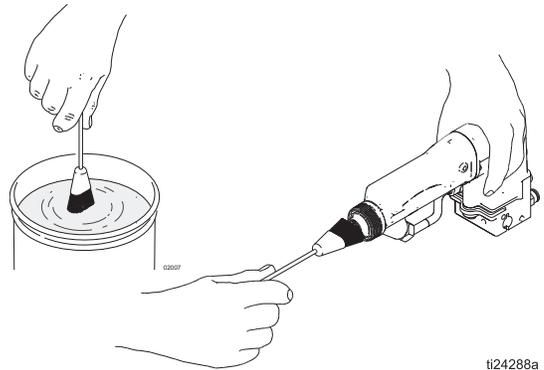

图 17. 清洗喷枪前端
- 将软毛刷的一端蘸上兼容溶剂后，用刷子清洗喷枪前端。避免任何溶剂进入通道。只要可能，清洗时，喷枪朝下指。参见图 17